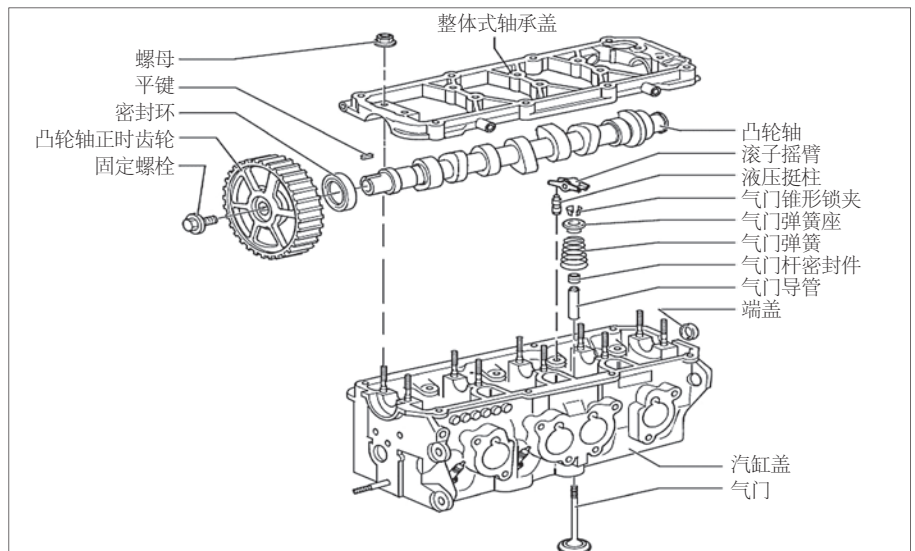

图2 新宝来轿车配气结构示意图
**A** 你说的这辆车发动机配气机构结构如图2所示, 虽然已经有很多改进, 但是并不能确保正时皮带具有160000km的使用寿命。你应该跟车主讲清楚, 最好还是80000~100000km更换为妥。